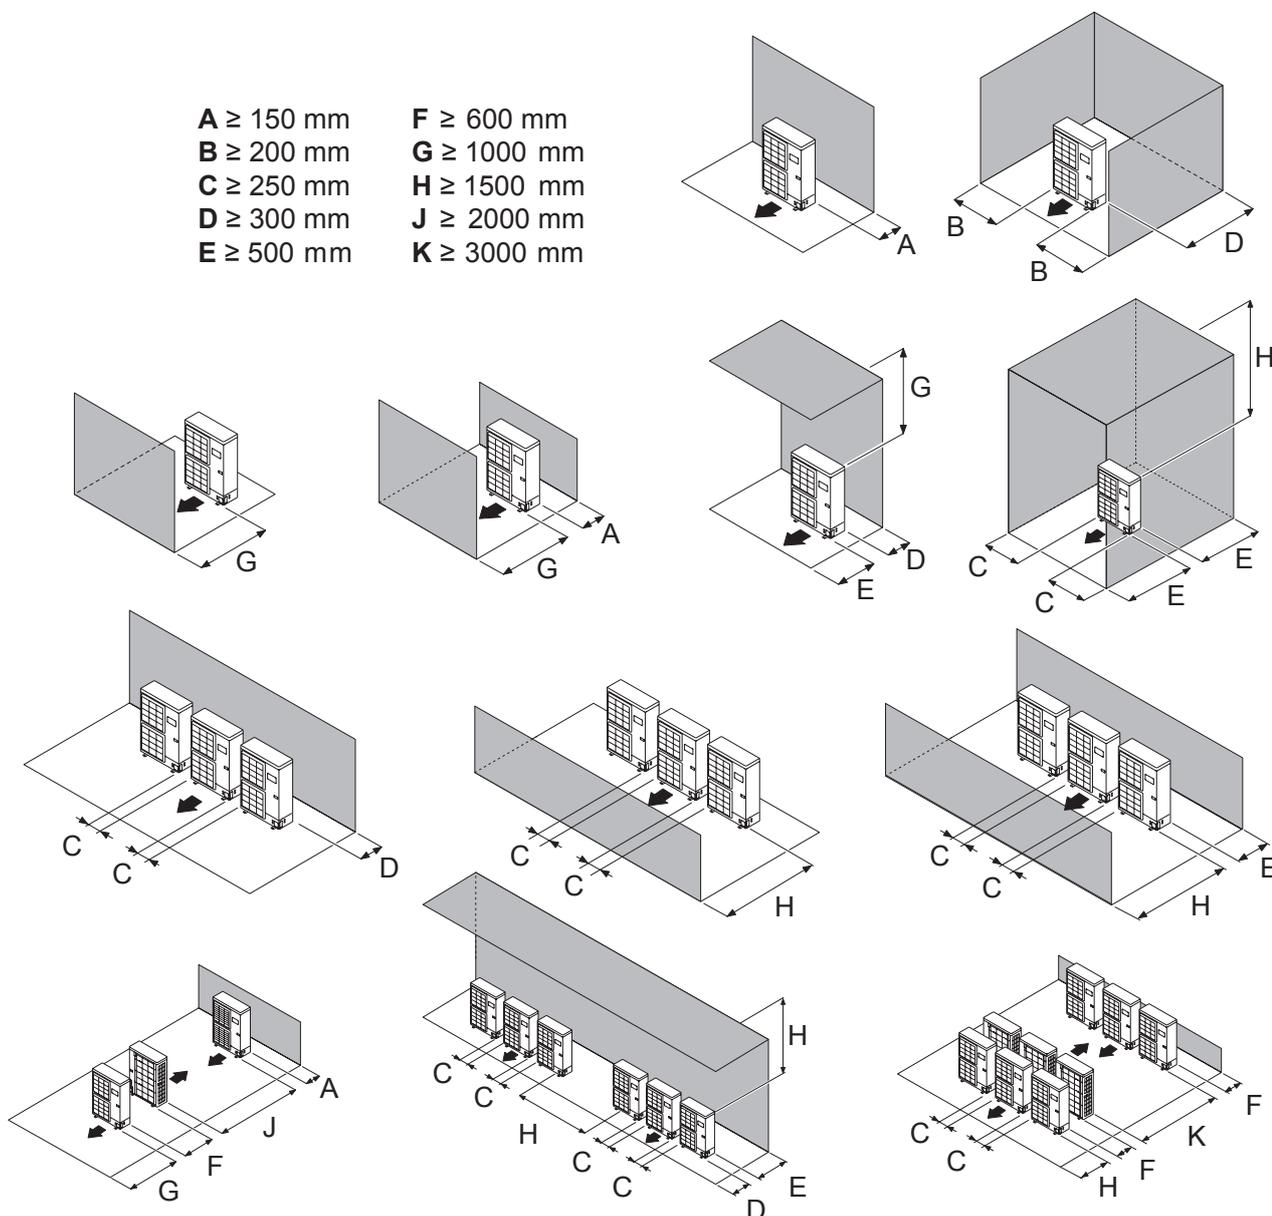

fig. 13 - Distancias mínimas de instalación alrededor de la unidad exterior (todos los modelos)
- Ningún obstáculo debe impedir la circulación del aire a través del evaporador ni la salida del ventilador (fig. 13).